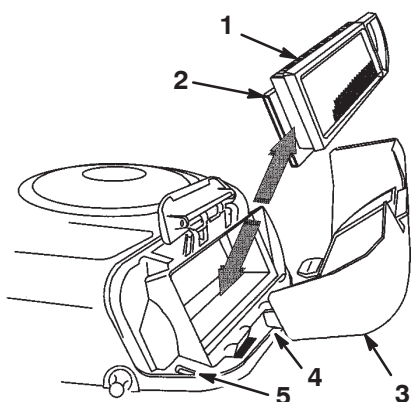

Figure 24
6. Sortez avec précaution les éléments en papier et en mousse du carter de soufflante (Fig. 24).
2. Placez les languettes du couvercle du filtre à air en face des fentes du carter de soufflante (Fig. 24).